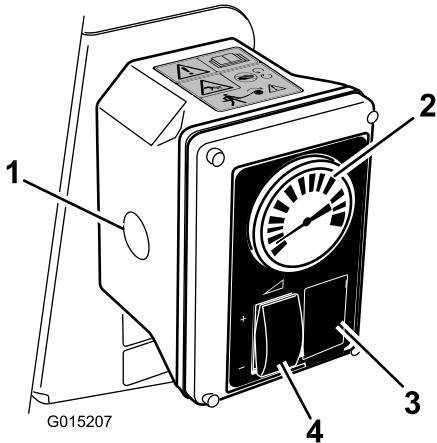

Figura 13
6. Ajuste el interruptor de regulador de caudal y el acelerador para aumentar o reducir la presión, dada por el manómetro, al ajuste deseado (Figura 13).